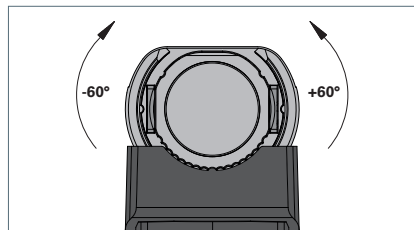

Fig. 6: Leuchte ausrichten zwischen  $-60^\circ$  bis  $+60^\circ$ .
- ▶ Drehen Sie die Leuchte in einem Winkel zwischen  $-60^\circ$  bis  $+60^\circ$ , bis der Arbeitsbereich optimal beleuchtet wird, siehe Fig. 6.